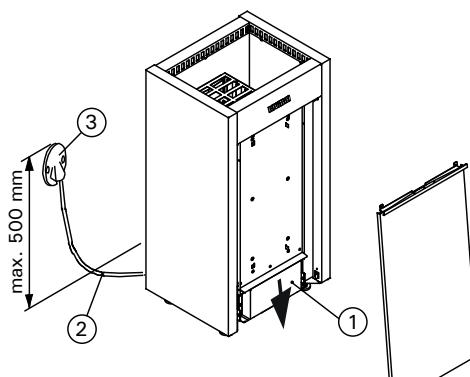

Рисунок 7. Установка каменки
- Каменка гибким проводом подсоединяется к соединительной коробке (рис. 7:3) на стене сауны.
- В качестве кабеля (рис. 7:2) следует использовать резиновый кабель типа H07RN-F или подобный.
См. рис. 7.